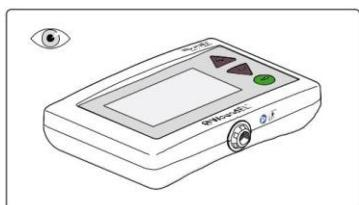

Figure 33. Contrôlez l'appareil de tous les côtés.
1. Vérifiez le dispositif WoundEL® sur tous les côtés et les ports de connexion pour les signes visibles de saleté *voir Figure 33.*